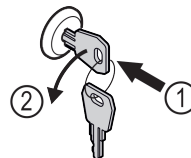

Fig. 176
- Schlüssel hineindrücken. Fig. 176 (1)
- Schlüssel um 90° gegen den Uhrzeigersinn drehen. Fig. 176 (2)